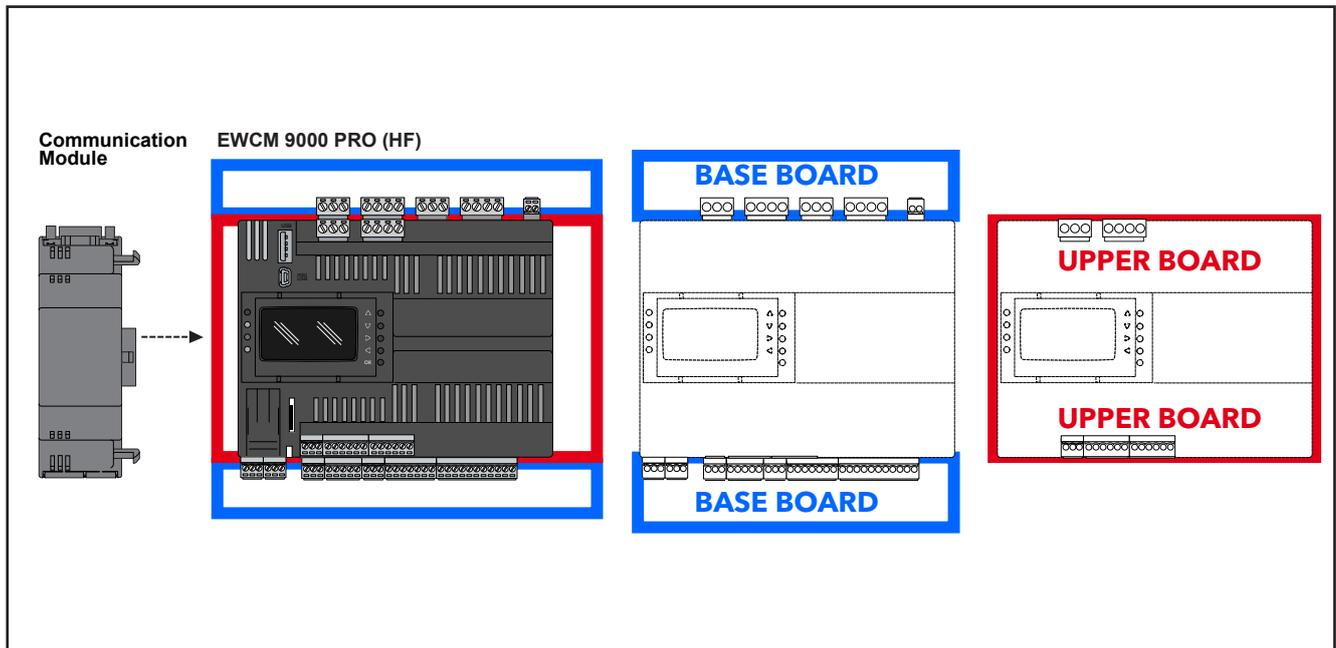

Fig. 2. EWCM 9000 PRO (HF): scheda base e scheda superiore
1.1.2. Caratteristiche principali di EWCM 9000 PRO (HF)
L'offerta **EWCM 9000 PRO (HF)** (vedere **Fig. 2 a pag. 16**) è costituita da una "scheda base" (Base Board) e una "scheda superiore" (Upper Board).